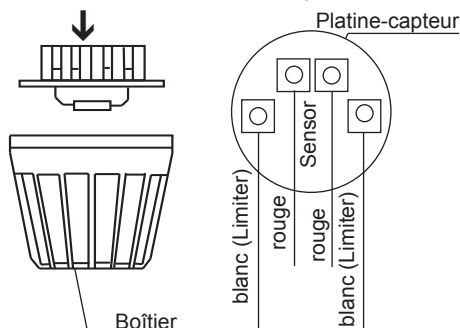

Fig. 10
4. Raccordez les fils du thermostat-limiteur (blancs) et ceux du capteur thermométrique (rouges) à la platine-capteur, conformément à la figure 10. Ensuite, faites enclencher la platine-capteur dans le boîtier